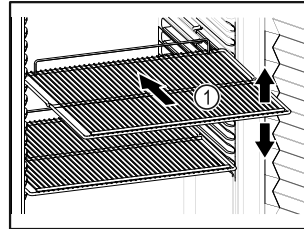

Fig. 57
- Ako su rešetke za polaganje Fig. 57 (1) pomične, prilagodite ih po visini.